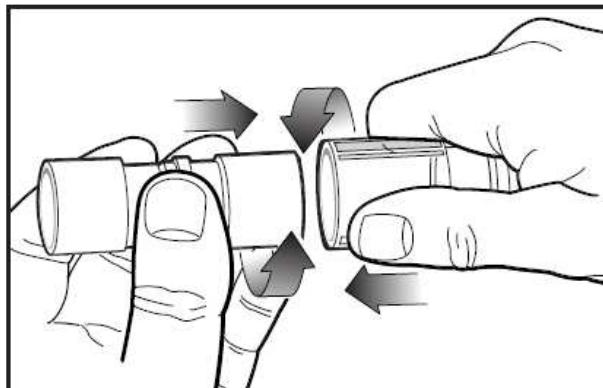

Fig. 1
6.1	<p>Mode d'emploi :</p> <p>Utilisation du dispositif :</p> <p>Le produit est destiné à une utilisation maximale de 7 jours avec plusieurs anesthésiques et équipements de ventilation conformes aux normes internationales en matière de raccordement conique. Le début d'utilisation est défini par la première connexion à l'équipement. Utilisation en milieu hospitalier pour soins actifs et de longue durée sous la supervision d'un personnel médical dûment qualifié. Le circuit respiratoire peut être utilisé sans danger avec les gaz atmosphériques : N2O, O2 et CO2 ; anesthésiques : isoflurane, sevoflurane, desflurane et autres agents volatils comparables.</p> <p>Catégorie de patients</p> <p>La gamme de systèmes respiratoires 22 mm convient à tous les patients adultes pour lesquels le volume courant administré est \geq à 300 ml.</p> <p>Branchements du système respiratoire</p> <p>Fixez les branches du système respiratoire aux orifices inspiratoires et expiratoires du ventilateur ou de l'appareil d'anesthésie en poussant et en tournant (fig. 1). Retirez le capuchon anti-poussière rouge de la pièce en Y du système respiratoire. Effectuez les vérifications avant utilisation recommandées par le fabricant de l'équipement. Fixez la pièce en Y à l'interface patient.</p> <p>Accessoires :</p> <p>Lorsque le système respiratoire 22 mm est fourni avec des composants supplémentaires, le clinicien doit évaluer tout impact potentiel sur la fonction respiratoire du patient et avoir conscience de l'influence de ces composants sur l'augmentation de la résistance à l'écoulement, le volume compressible et le poids du produit.</p>